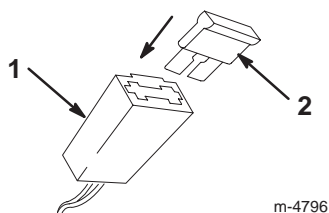

Figura 7
2. Inserte el fusible en el portafusibles según muestra la Figura 7.